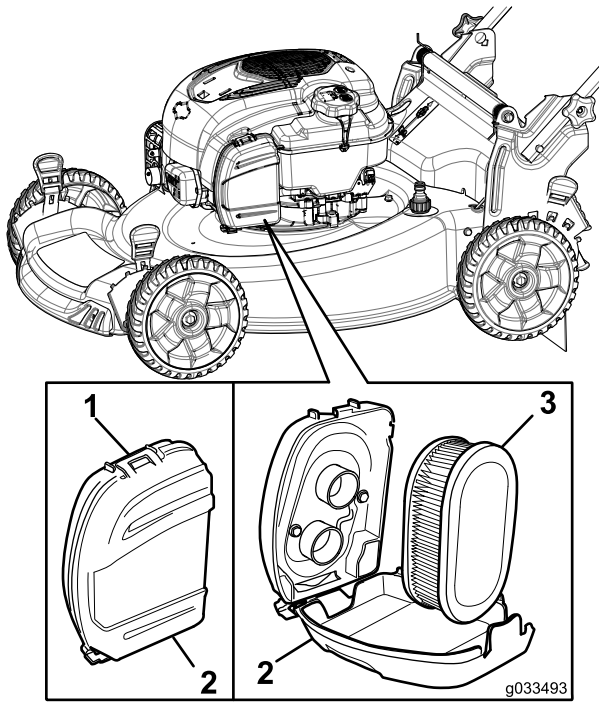

Figura 30
1. Sbloccate la parte superiore del coperchio del filtro dell'aria (Figura 30).
2. Rimuovete il filtro (Figura 30).